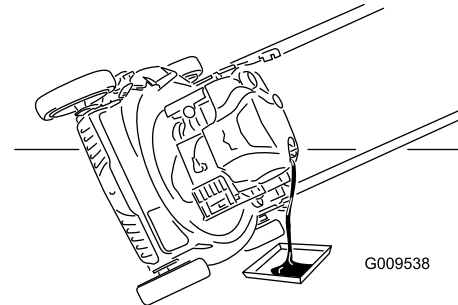

Figure 35
4. Inclinez la machine sur le côté (filtre à air en haut) pour vidanger l'huile usagée par le goulot de remplissage (Figure 35).